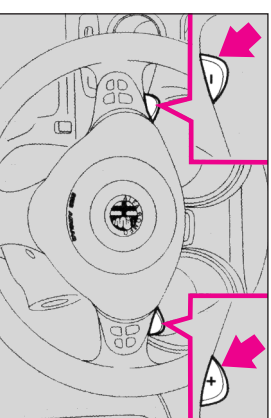

fig. 131
- clapetelor de pe volan (fig. 131) care pot fi acționate doar dacă viteza e peste 0,5 km/h.